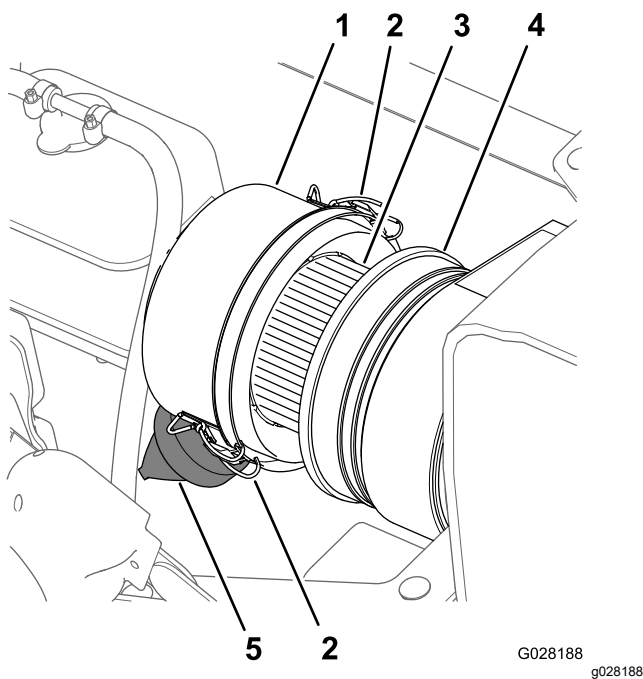
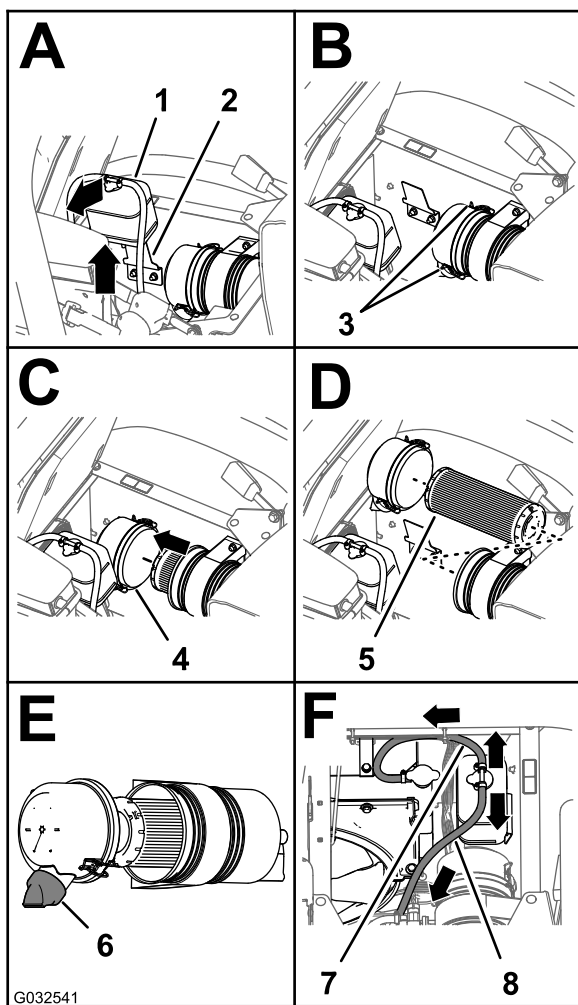

Figura 108
Figura 109
3. Limpie el tapón guardapolvo y el cuerpo del limpiador de aire (Figura 108).
5. Apriete la válvula de polvo para limpiarla de suciedad, polvo y residuos (Figura 108).
7. Compruebe si el elemento del filtro de aire tiene una acumulación excesiva de suciedad, polvo y residuos (Figura 108).
8. Instale el tapón guardapolvo en el cuerpo del limpiador de aire, y sujete el tapón con los 2 enganches (Figura 108).
2. Limpie el tapón guardapolvo y el cuerpo del limpiador de aire (Figura 108).
3. Levante el depósito de expansión del refrigerante y retírelo del soporte del depósito (Figura 109).
4. Inspeccione la carcasa del limpiador de aire en busca de daños que pudieran causar una fuga de aire (Figura 108).
4. Abra los dos enganches que sujetan el tapón guardapolvo a la carcasa del limpiador de aire (Figura 109).
6. Limpie el interior del tapón guardapolvo, la carcasa del limpiador de aire y la válvula de polvo con un trapo húmedo (Figura 108 y Figura 109).
7. Instale el elemento del filtro de aire en la carcasa del limpiador de aire (Figura 109).
8. Instale la tapa sobre el cuerpo del limpiador de aire y sujétela con los 2 enganches (Figura 109).
Nota: Asegúrese de que la válvula de polvo está alineada a una posición entre las 5 y las 7, vista desde el extremo (Figura 109).
9. Alinee el depósito de expansión del refrigerante con el soporte del depósito y coloque el depósito firmemente (Figura 109).
Importante: Asegúrese de que la manguera de alivio de presión está enrutada hacia delante y hacia abajo, y que la manguera de ventilación está enrutada hacia atrás, según se muestra en Figura 109.